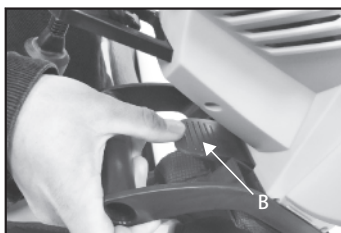

Fig. 3B
1. Druk op de hendel (B) om de zak vrij te maken. (Fig 3B).